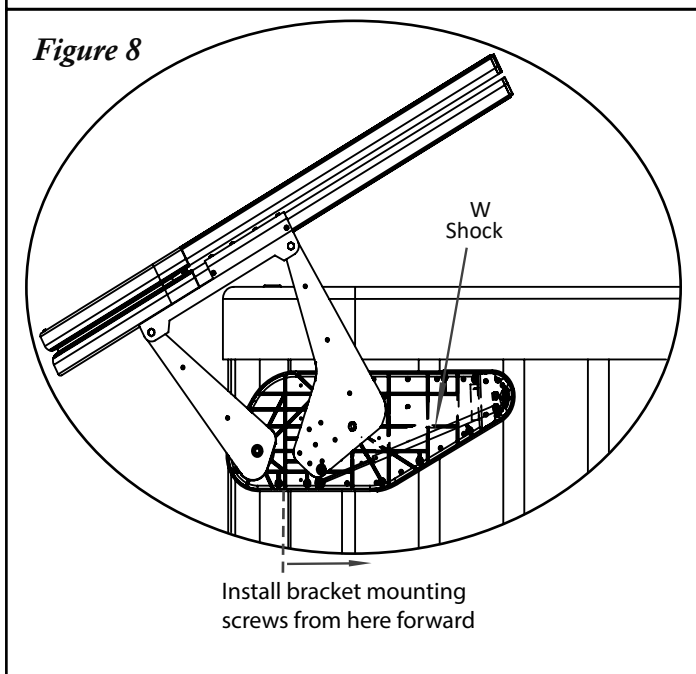

Figure 8
#9 Déplacez l'ensemble de support vers le haut jusqu'à ce que les bras pivotants avant & arrière se touchent (Fig. 8). Fixez l'ensemble de support à l'enceinte du spa à l'aide de vis de montage n° 10 x 1 1/2". **Attention : Installez les vis juste derrière le bras pivotant avant vers l'avant (Fig. 8).**
#10 Ouvrez partiellement la couverture et encliquetez les vérins (W) sur les goujons à rotule (Fig. 8). **Attention : Assurez-vous que le corps noir des vérins face à l'avant du spa.**
#11 Maintenant, ouvrez complètement la couverture et fixez les vis de montage n° 10 x 1½" restantes aux supports de montage (Fig. 8).